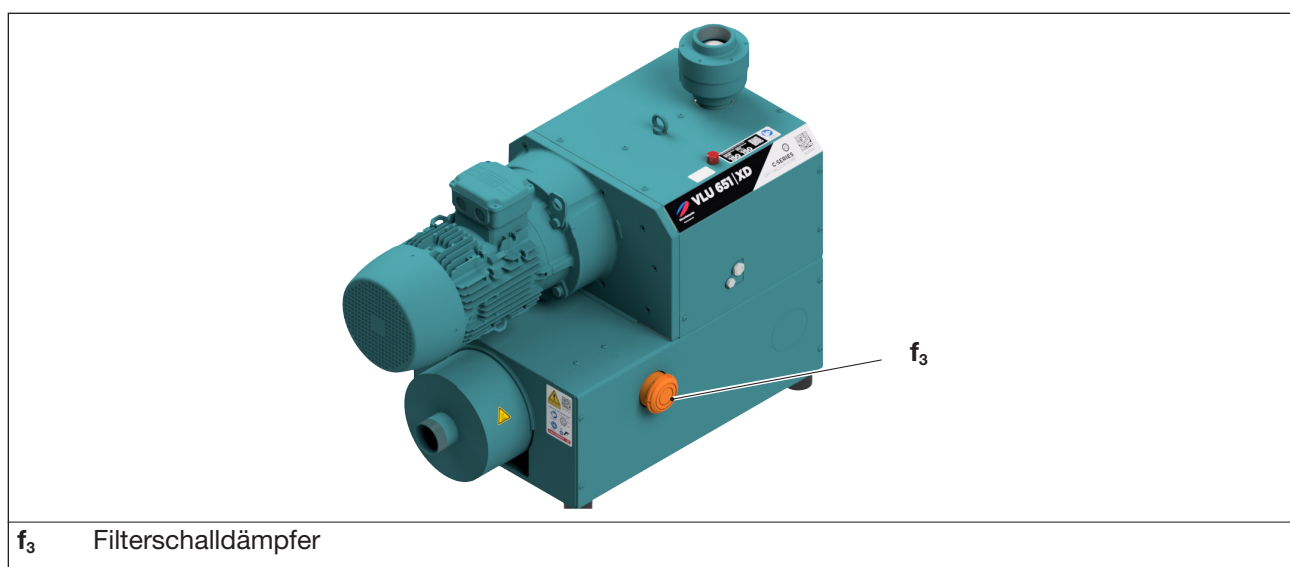

Abb. 7 Filterschalldämpfer
- Deckel des Filterschalldämpfers (Abb. 7/f₃) abnehmen.